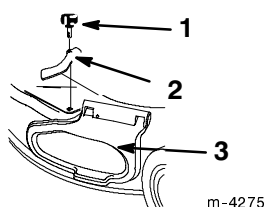

Figure 34
3. Retirer le bouton et la bride de blocage du couvercle d'éjection latérale (Fig. 34).
4. Retirer le bouton et la bride de blocage du couvercle d'éjection latérale, puis replacer le bouton et conserver la bride pour un usage ultérieur (Fig. 34).
5. Soulever le couvercle d'éjection latérale (Fig. 34).